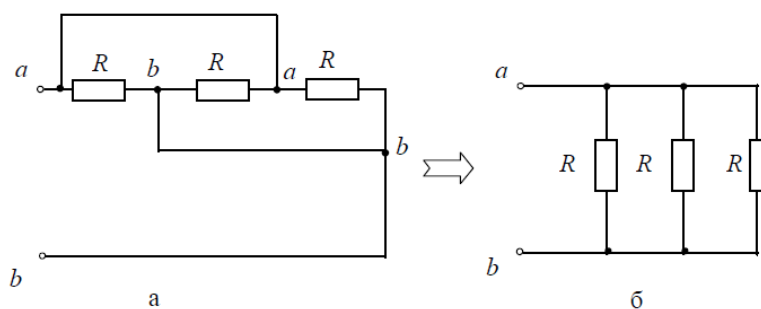

Рис. 3.10
**ЗАДАЧА 3.10.** Определить входное сопротивление цепи  $R_{ab}$ , используя данные табл. 3.4. Исходная схема рис. 3.10.